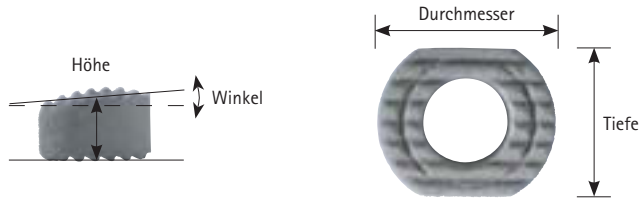

Abb. 7
- Das Implantat wird mittig in AP und jeweils 1–2 mm von der vorderen und der hinteren Wirbelkörperkante positioniert (Abb. 7).